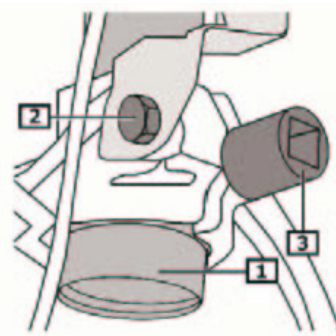

Fig. 6:
- **Fig. 6** Schraube(n) - Federbein unten entfernen. (2)
- Federbein vom Achsschenkel trennen. (1)
- **Fig. 6** Remove lower suspension strut screw(s). (2)
- Disconnect suspension strut from steering knuckle. (1)
- **Fig. 6** Enlever la/les vis - jambe de force en bas. (2)
- Séparer la jambe de force de la fusée d'essieu. (1)
- **Fig. 6** Retirar tornillo(s) - pata telescópica abajo. (2)
- Separar la pata telescópica de la mangueta. (1)